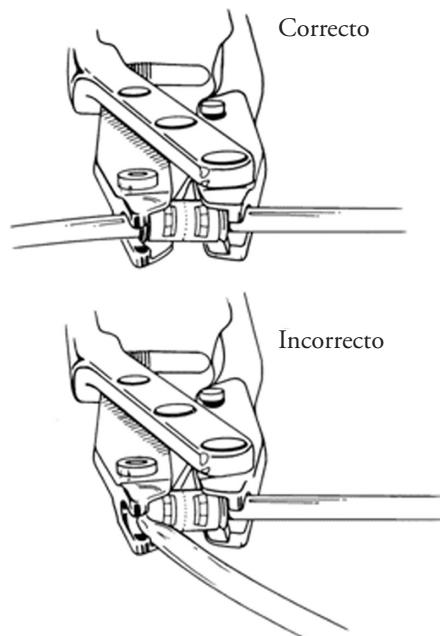

Figura 4-34. Cierre de la herramienta de montaje
7. Apriete los mangos de la herramienta hasta que el tope del cierre toque el mango opuesto. (**Figura 4-34**)